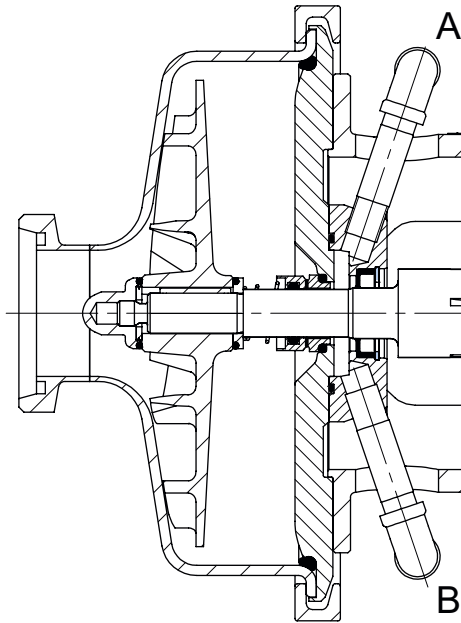

Abb.10: Spülleitungen
Für Pumpen in Quench-Ausführung die in 3-A-Anwendungen eingesetzt werden, ist eine Selbstentleerung beim Ausschalten der Pumpe nötig. Dazu in die Zulaufleitung (B) ein Ventil installieren, das automatisch öffnet, wenn die Pumpe ausgeschaltet wird. → Abbildung 10, Seite 33.